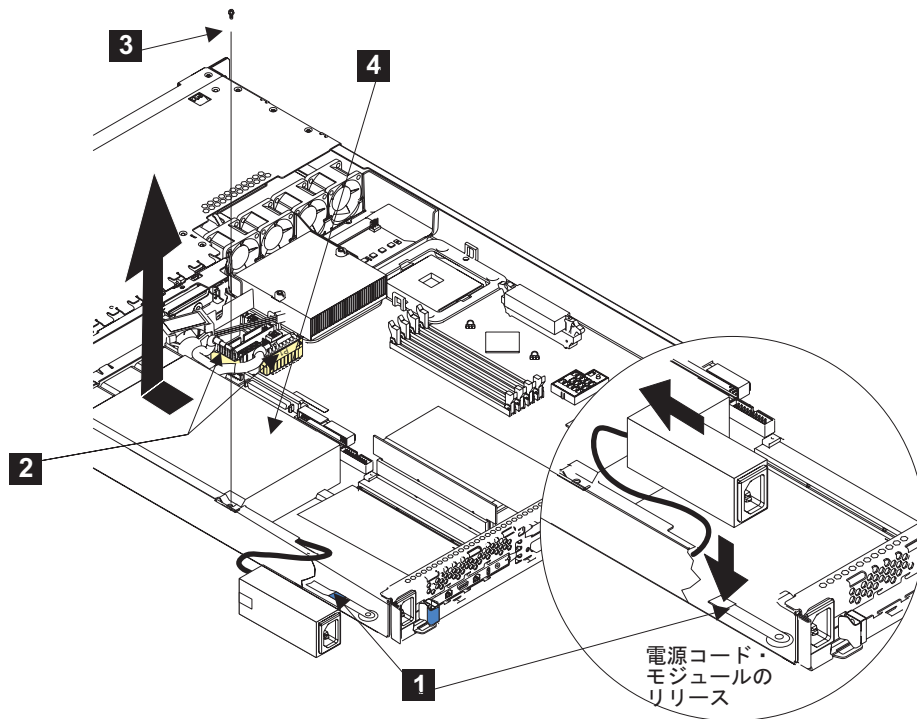

図 125. SAN ボリューム・コントローラー 2145-4F2 電源機構の取り外し
5. 154ページの図 125 に示すように、電源ケーブル前面のクリップ **1** を押し下げて、位置合わせタブが SAN ボリューム・コントローラー 2145-4F2 の側面にあるスロットから外れるまでモジュールを SAN ボリューム・コントローラー 2145-4F2 の前方にスライドさせます。